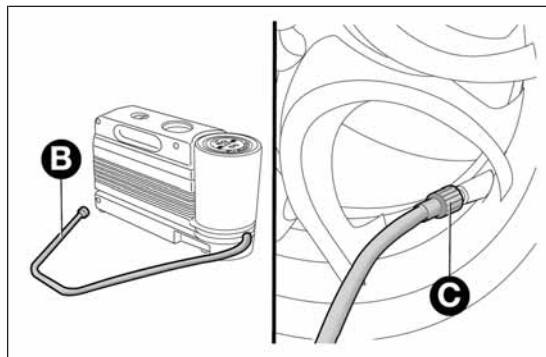

fig. 129
- ☐ accionar el freno de mano, desenroscar el capuchón de la válvula del neumático, extraer el tubo flexible de llenado A fig. 129 y apretar la corona B en la válvula del neumático;